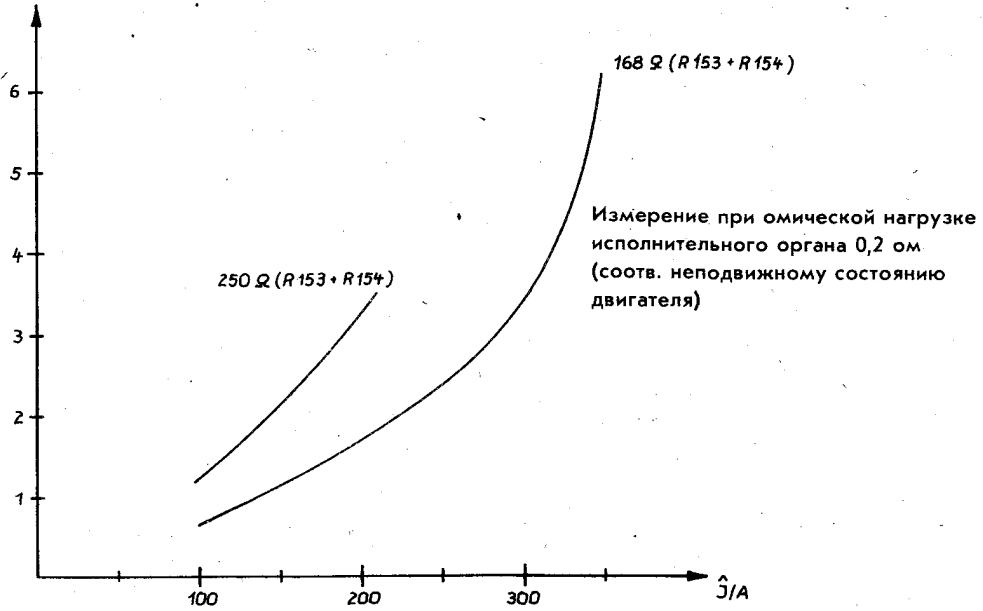

Рис. 5.4.2.
5.4.2. Ограничение максимального тока в динамическом режиме работы (Рис. 5.4.2.)